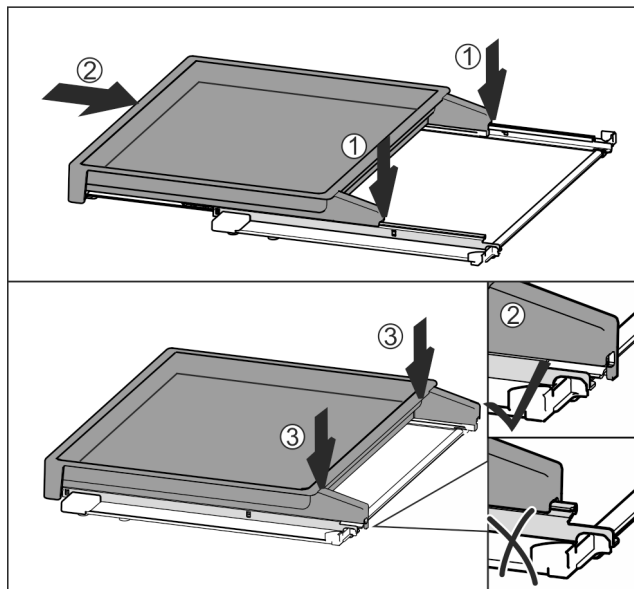

Fig. 33
- ▶ Appoggiare centralmente sulle guide Fig. 33 (1).
- ▶ Spingere completamente il ripiano estraibile Fig. 33 (2).
- ▶ Premere sul lato posteriore fino ad avvertire l'innesto Fig. 33 (3).